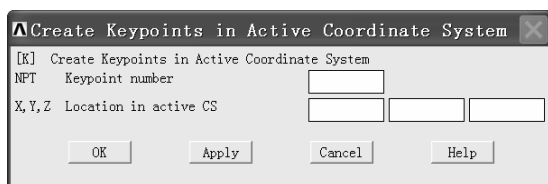
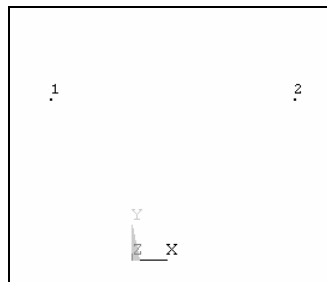

图 2-1 “Create Keypoints in Active Coordinate System” 窗口
图 2-2 两个关键点
- (1) 打开 ANSYS LS-DYNA 操作界面；
- (2) 依次选择 Utility Menu>PlotCtrls>Style>Colors>Reverse Video，将背景变为白色；
- (3) 依次选择 Main Menu>Preprocessor>Modeling>Create>Keypoints>In Active Plane，弹出“Create Keypoints in Active Coordinate System”窗口（见图 2-1）；
- (4) 在“Create Keypoints in Active Coordinate System”窗口中的“X, Y, Z Location in active CS”后的三个方框中依次填入“-0.1”、“0.2”、“0”；
- (5) 单击“Create Keypoints in Active Coordinate System”窗口中的“Apply”按钮，再次弹出“Create Keypoints in Active Coordinate System”窗口；
- (6) 在“Create Keypoints in Active Coordinate System”窗口中的“X, Y, Z Location in active CS”后的三个方框中依次填入“0.2”、“0.2”、“0”，再单击“OK”按钮关闭该窗口；
- (7) 图形界面上显示两个关键点（见图 2-2）。